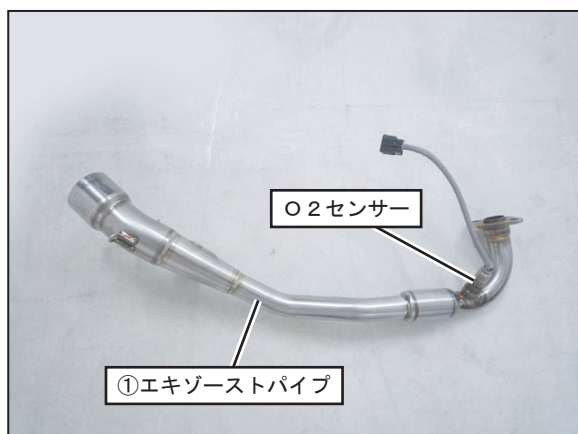

FIG. 4
5. 純正マフラーからO2センサーを取り外し、①エキゾーストパイプに取り付けて下さい。(FIG. 4 参照)